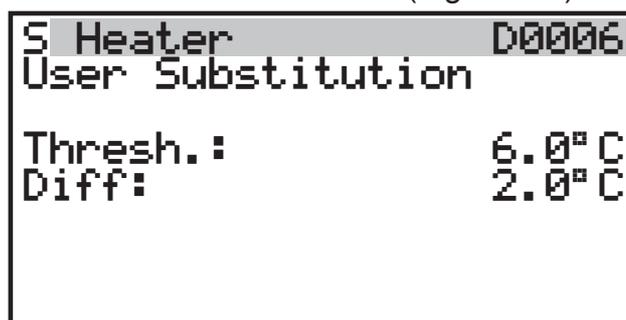

Figura 5.10
- Con i tasti 4 o 6 scorrere i menù fino al parametro "D0006" (Substitution) (Figura 5.10).